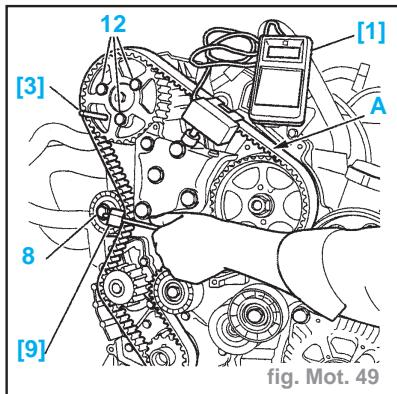

fig. Mot. 49
- Desserrer les vis (12) (fig. Mot. 49)